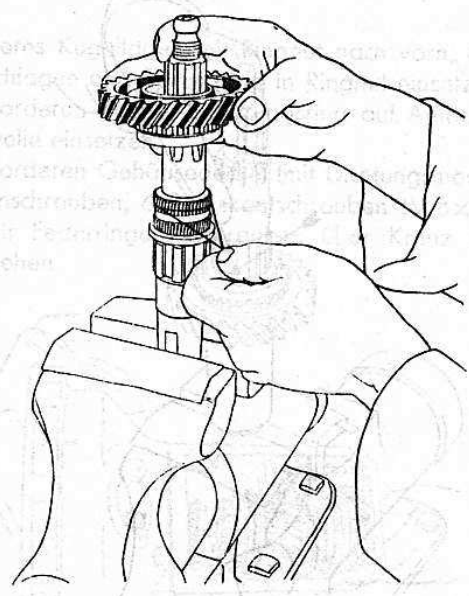

Bild 114
9. Welle einfetten und ersten Nadelrollensatz (c) einsetzen, Zwischenring (b) vorsichtig aufschieben, zweiten Nadelrollensatz (c) einsetzen und 1. Gangrad (d) vorsichtig über die Nadelrollensätze aufschieben (Bild 114).